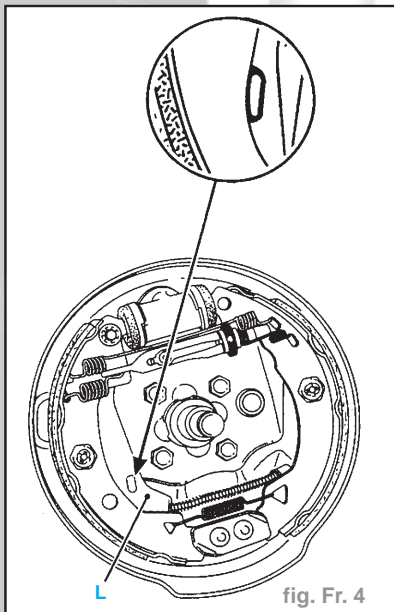

fig. Fr. 4
- Mettre en place les maintiens latéraux (3).
- Déposer les pinces sur les pistons des cylindres récepteurs, puis reposer le ressort inférieur (2).
- de la mise en appui correcte des leviers (L) de frein à main sur les segments (fig. Fr. 4).
- Tendre progressivement les câbles au niveau du réglage central de façon que les leviers (L) décollent entre le 1er et le 2ème cran de la course du levier de commande et restent décollés au 2ème cran.